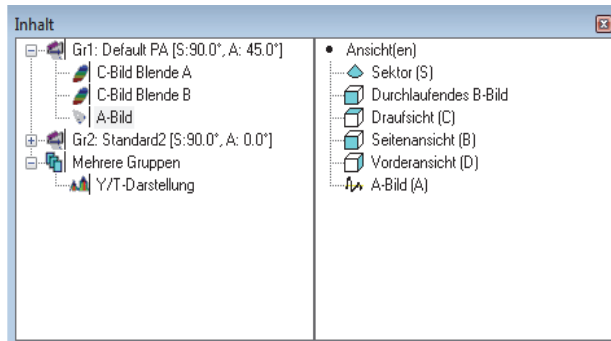

Abbildung 4-37 Dialogfeld Inhalt
2. Klicken Sie in auf  in der Hauptsymbolleiste (oder drücken Sie SHIFT+EINGABETASTE), um das Dialogfeld **Inhalt** zu öffnen (Abbildung 4-37 auf Seite 138).